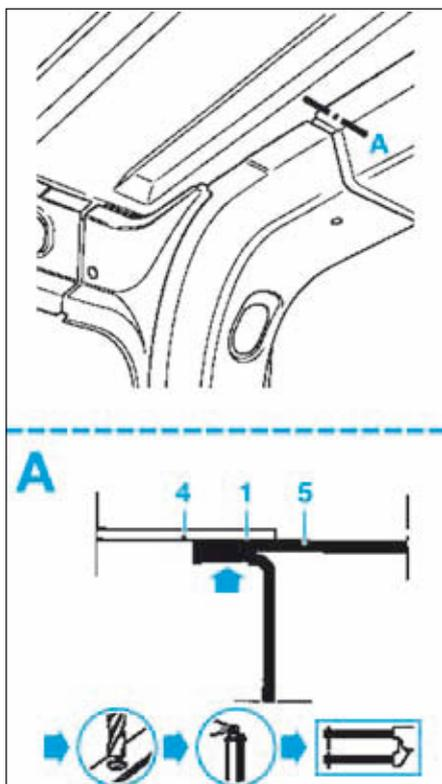
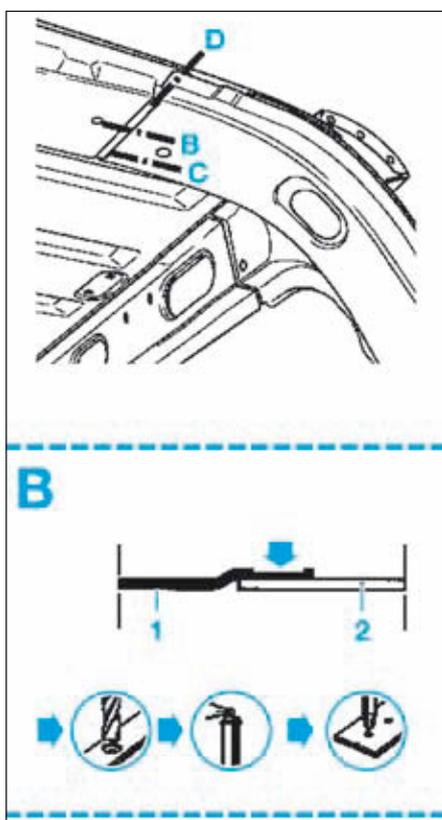

FIG.102
FIG.103
- Dépointer et fraiser comme illustré (Fig.102) et (Fig.103).
- Tracer puis percer à l'aide d'un foret pour un soudage ultérieur par points (Fig.102) et (Fig.103).
- Souder par points électriques et bouchonnage MIG (Fig.102) et (Fig.103).